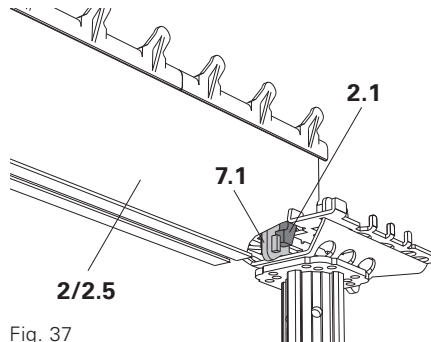

Fig. 37
- poutrelle primaire SLT 225 (2)
- SLT 150 (2.5) (Fig. 37)